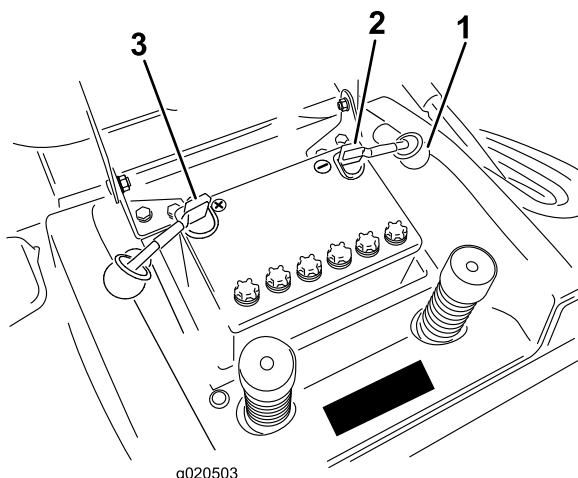

Figura 35
7. Staccate il cavo negativo (nero) di terra dal polo della batteria (Figura 35).
9. Staccate il cavo positivo (rosso) dal polo della batteria (Figura 35).
1. Collocate la batteria sullo chassis volgendo i poli verso la parte posteriore del trattore (Figura 35).
3. Utilizzando il bullone ed il dado ad alette, collegate il cavo positivo (cappuccio rosso) al polo positivo (+) della batteria (Figura 35). Infilate il cappuccio di gomma sul polo della batteria.
4. Utilizzando il bullone e il dado ad alette, collegate il cavo negativo (nero) al polo negativo (-) della batteria (Figura 35). Infilate il cappuccio di gomma sul polo della batteria.